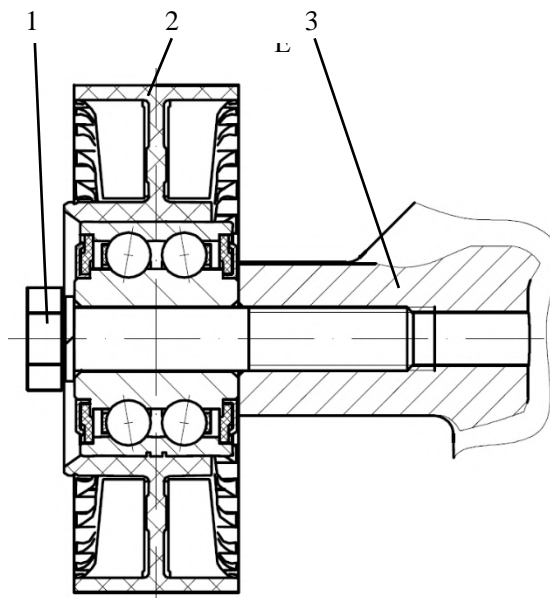

Abb. 149. Ausrichtung der mit M10-Schrauben zu befestigenden Führungsrollen bei der Montage:
– Die Riemenführungsrollen montieren, nachdem zuvor anaerobes Dichtmittel „Fixator-6“ („Stopor-6“, „Technogerm-5“, „Germikon-2K“) oder ein ähnliches Produkt auf. Die an M10-Schrauben befestigten Führungsrollen sind bei der Montage wie in Abb. 149 gezeigt auszurichten;